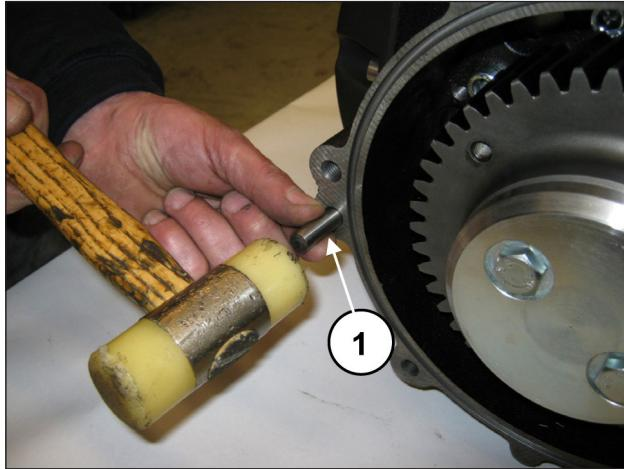
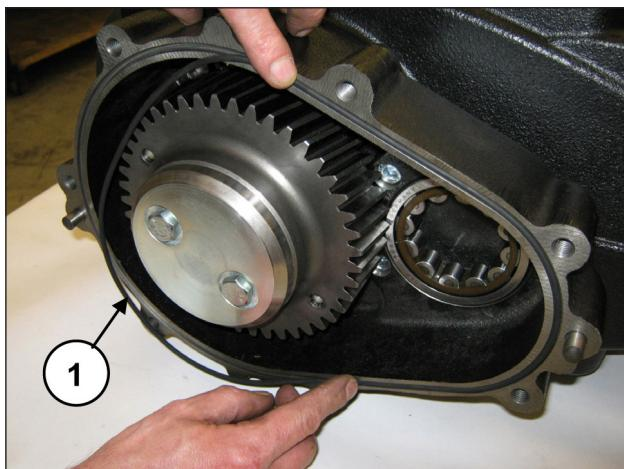

Рис. 80
Рис. 81
Установите 2 штифта Ø10x24 на коробку редуктора (поз. ①, Рис. 80) и вставьте уплотнительное кольцо (поз. ①, Рис. 81).